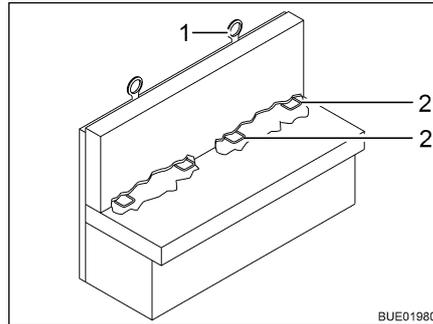

Bild 24 Isofix-Kindersicherung
Wenn das Fahrzeug mit Isofix-Kindersicherung ausgestattet ist, sind die dafür geeigneten Fahrzeugsitze mit einem Isofix-Symbol gekennzeichnet. Diese Fahrzeugsitze verfügen über Haltebügel (Bild 24,2) und einen weiteren Verankerungspunkt oben an der Sitzlehne (Top Tether) (Bild 24,1). Für Isofix geeignete Kinderrückhaltesysteme verwenden. Die Kinderrückhaltesysteme besitzen Rastarme, die in die Haltebügel des Fahrzeugsitzes eingeklinkt werden.
- Wenn möglich den Kindersitz zusätzlich am Top Tether (Bild 24,1) befestigen.